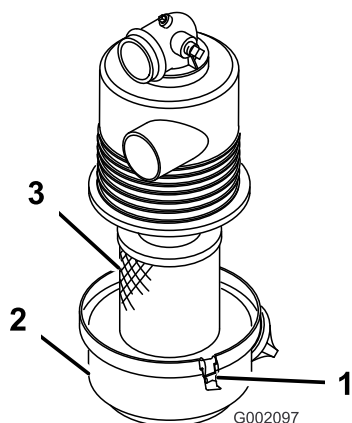

Figure 19
1. Vérifiez si le boîtier du filtre à air présente des dommages susceptibles d'occasionner des fuites d'air. Le couvercle doit être parfaitement ajusté sur le boîtier du filtre à air (Figure 19).
2. Desserrez les attaches qui fixent le couvercle sur le boîtier du filtre à air (Figure 19).
3. Séparez le couvercle du boîtier du filtre à air et nettoyez l'intérieur du couvercle (Figure 19).
3. Insérez l'élément filtrant dans le boîtier du filtre à air (Figure 19).
4. Alignez le couvercle du filtre à air sur le boîtier du filtre à air (Figure 19).
5. Fixez le couvercle au boîtier avec les verrous (Figure 19).